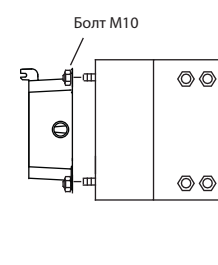

РИС. 7
- С-4. Перед установкой углового крепежа зафиксировать нужную распределительную коробку на угловом крепеже четырьмя болтами M10. Зафиксировать установочный анкерный болт кронштейна на стене с помощью гайки. (РИС. 7)